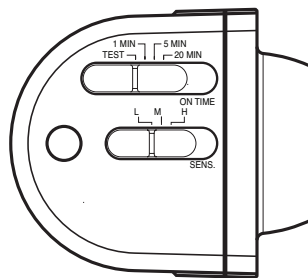

Figure 7
2. Placez le commutateur de sensibilité (SENS) en position « LO » et le commutateur de fonctionnement (ON-TIME) en position TEST (voir la Figure 7).